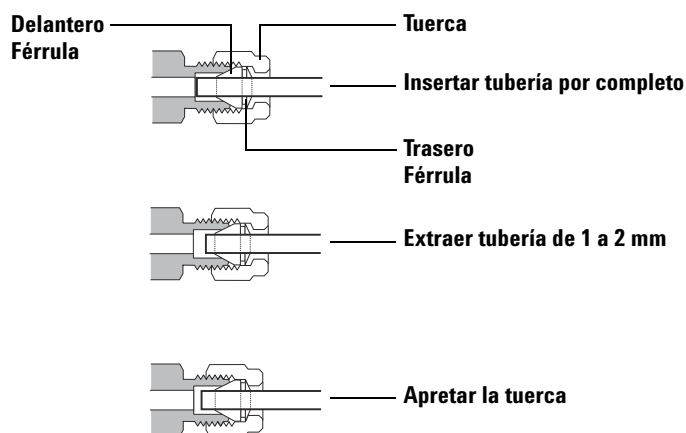

Figura 10 Inserción de la tubería
- 5 Empuje el tubo en el tapón y después extraígalo aproximadamente de 1 a 2 mm (Figura 10).